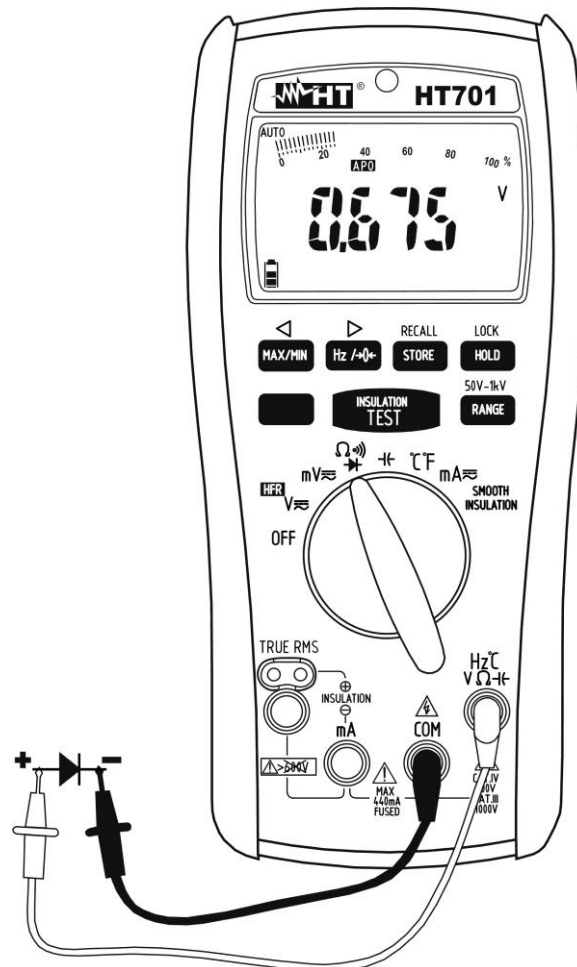

Fig. 7: Uso do instrumento para o Teste de Díodos
4. Colocar as ponteiros nas extremidades do díodo em exame respeitando as polaridades indicadas (consultar a Fig. 7). O valor da tensão do patamar em polarização directa é mostrado no display. Para uma boa junção P-N, o instrumento deve apresentar um valor compreendido entre 0.4 e 0.9V. Se o valor da tensão do patamar é 0mV a junção P-N do díodo está em curto-circuito.
5. Se o instrumento apresenta a mensagem "**OL**", os terminais do díodo estão invertidos em relação ao indicado na Fig. 7 ou a junção P-N do díodo está danificada.